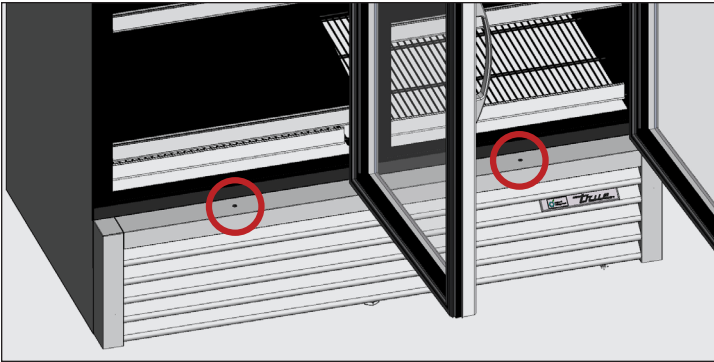

Fig. 1. Ubicación de los tornillos de la rejilla frontal. Se muestra la unidad de dos puertas.
2. Retire la rejilla frontal del aparato. Véanse las figs. 1 y 2.